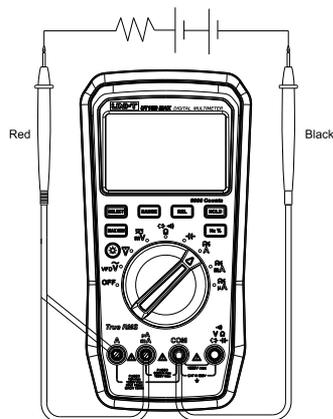

Figure 7
6. Mesure du courant CA/CC (Figure 7)